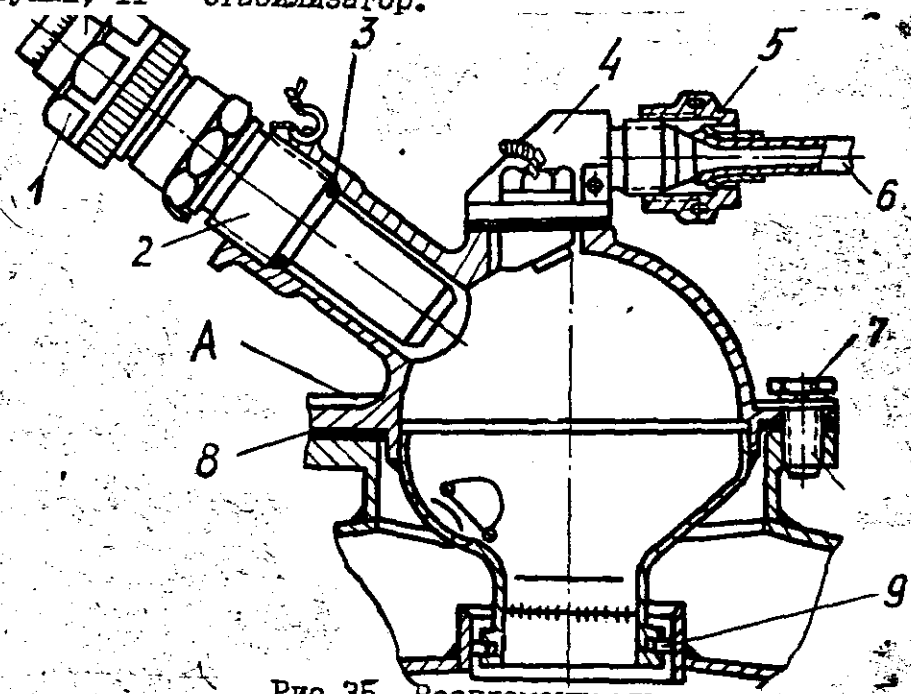

Рис.35. Воспламенитель:
Для отличия на корпусе воспламенителя (рис.35) имеются клейма:
1. Отсоедините от запальной свечи 2 провод высокого напряжения 1 (рис.35).